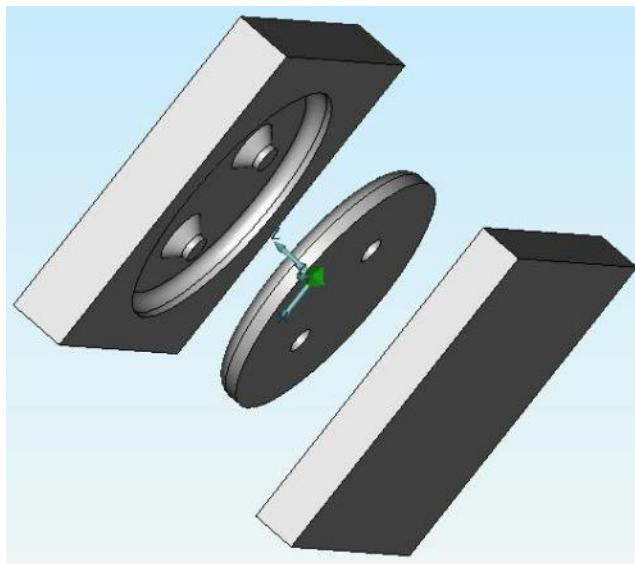

Рисунок 3. Построение пресс-формы
- Укажите построенную модель пуговицы. В результате выполнения этих действий у вас должно получится см. рисунок 3.